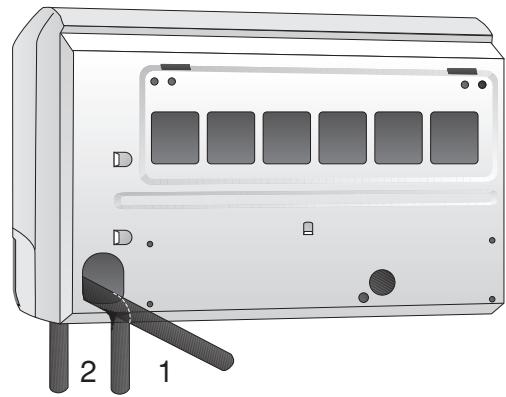

Рис. 2
- Трубки для хладоагента могут быть выведены в одном из двух направлений (см. рис. 2).